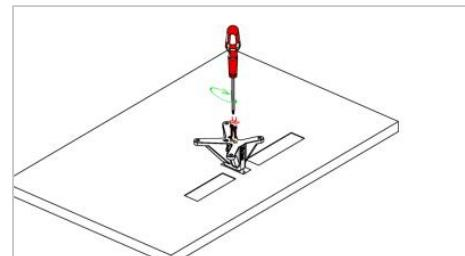

Figura 4
**Variante A:** (modelli 24-cr e 27-cr) Fissare ora l'adattatore VESA utilizzando **leviti 2x M3x20** fornite dal sacchetto delle viti (**SP11**). (Figura 4)
**Variante B:** (modelli ProOne 240 G10) Ora fissare l'adattatore VESA utilizzando le **2 viti M3x30** in dotazione dal sacchetto di viti (**SP34**). (Figura 4)